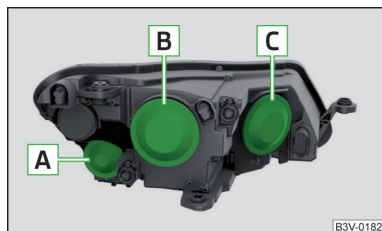

Fig. 367
Orden de bombillas » fig. 367
- Retirar la tapa protectora A » fig. 367 de la pág. 328.
- › Retirar la tapa protectora **B** y/o **C** » fig. 367 de la pág. 328.
- › Colocar la tapa protectora **B** y/o **C** » fig. 367 de la pág. 328.